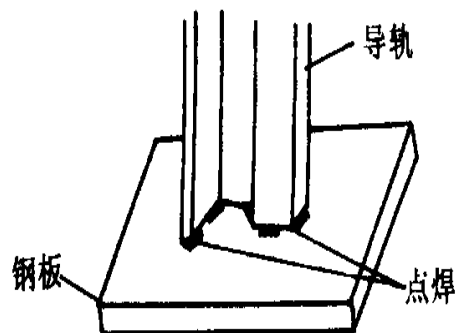

图 2-12 导轨底板
3. 若导轨下无槽钢基础座可在导轨下边垫一块厚度 $\delta \geq 12\text{mm}$ ，面积为  $200\text{mm} \times 200\text{mm}$  的钢板，并与导轨用电焊点焊（图 2-12）。